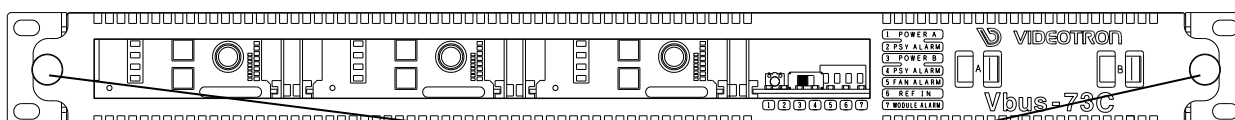

図 4-1 前面 (1)
- (1) 前面パネル固定用ネジ図 4-1 (1)を十分に緩め、前面パネルをゆっくり手前に引いてカバーを取り外します。